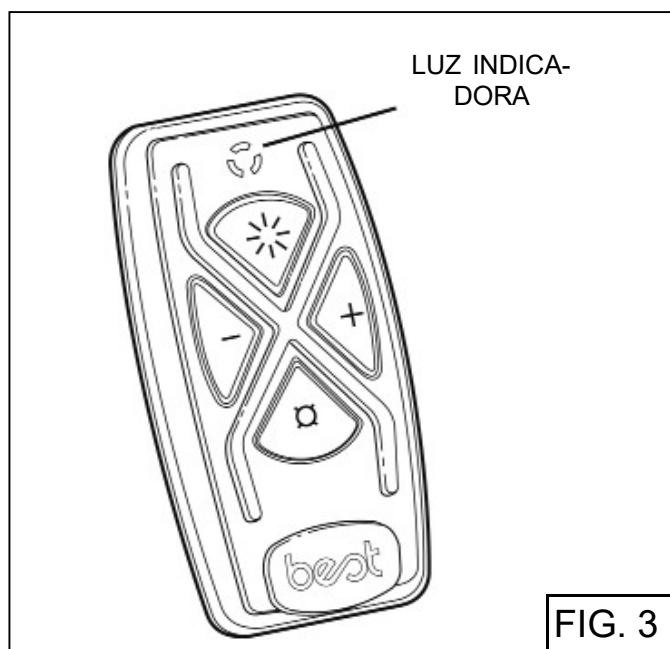

FIG. 3
2. Pulse los  botones y  del mando a distancia simultáneamente durante 5 segundos hasta que el Indicador de Luz del mando a distancia se enciende (Fig.3). Suelte los botones  y  y pulse y suelte el botón  para confirmar la conexión. En este punto, el Indicador de Luz del mando a distancia a parpadear para confirmar que la conexión está activa.
Remote Control Functions (Fig.3)